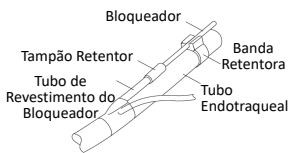

Fig.7
5. Vire o doente de lado, verifique a posição do cuff bloqueador sob broncoscopia, e fixe o eixo bloqueador no tubo endotraqueal utilizando a banda retentora (Fig. 7).
2. Encaixe o bloqueador na banda retentora no tubo endotraqueal (Fig. 7).